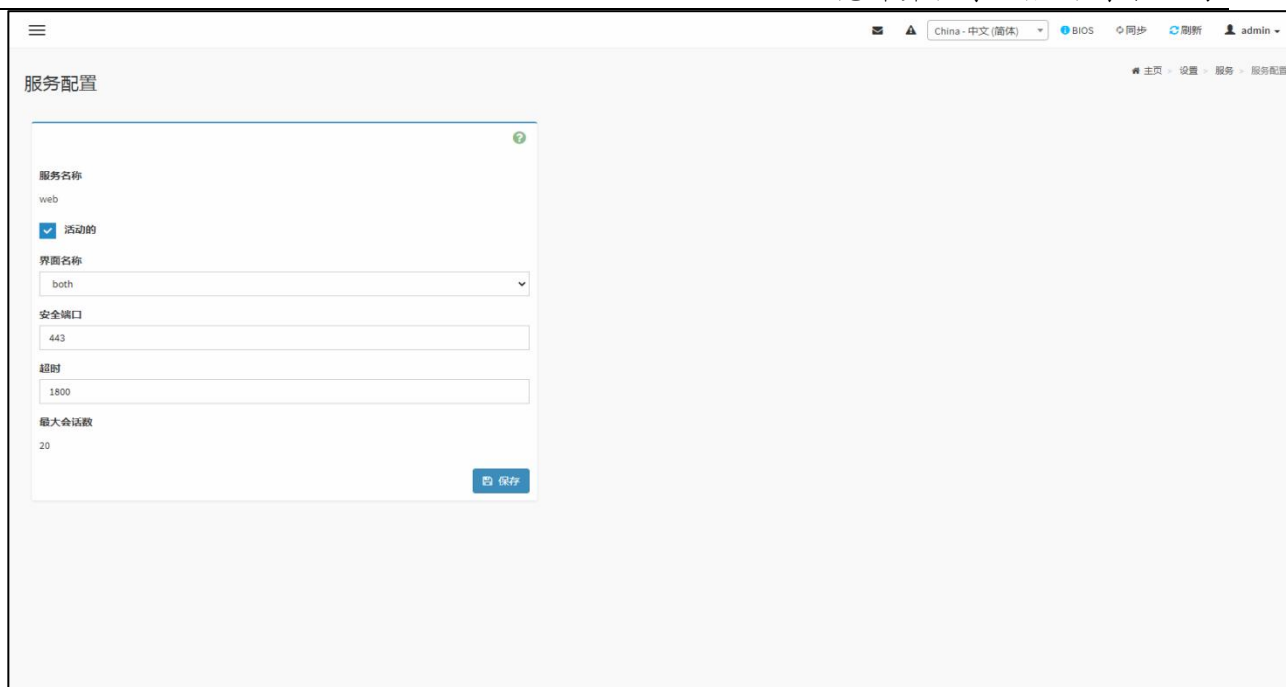

图 5.7-58: 服务配置
2. 这将打开服务配置屏幕，如下图的屏幕截图，如图 5.7-58